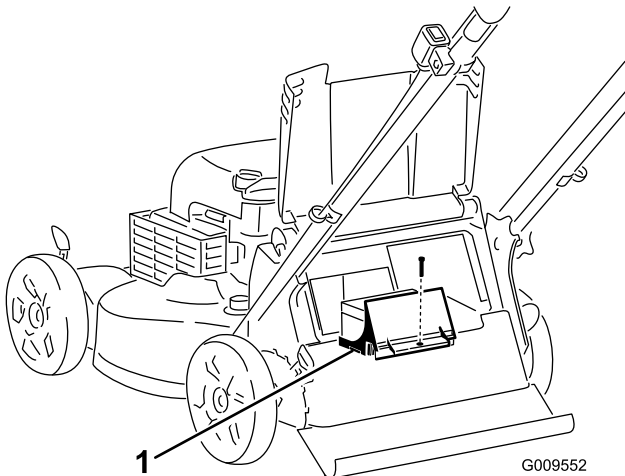

Figura 7
**Nota:** La máquina viene con un fusible de repuesto en el compartimento de la batería (Figura 7).